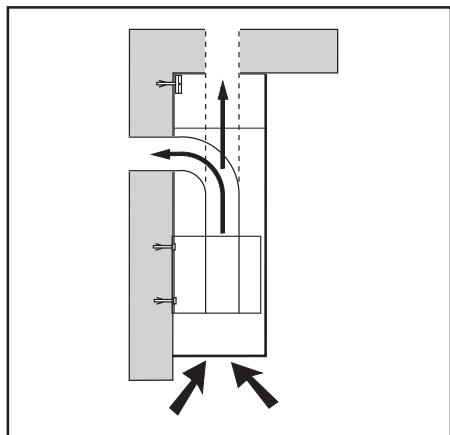

Fig.1
1. Décider la position du tuyau entre la hotte et l'extérieur (**Fig.1**).